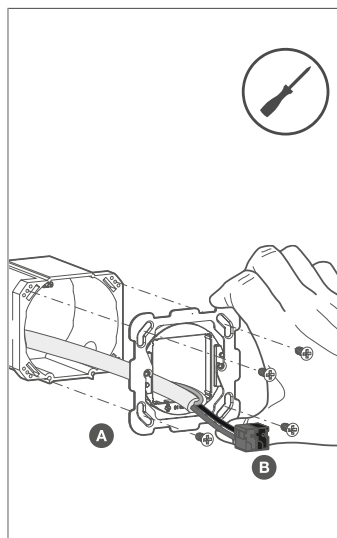

Fig. 7 : Montage de la bague d'appui
- Monter la bague d'appui dans la bonne position sur un boîtier d'encastrement (Fig. 7), noter le marquage « TOP ».